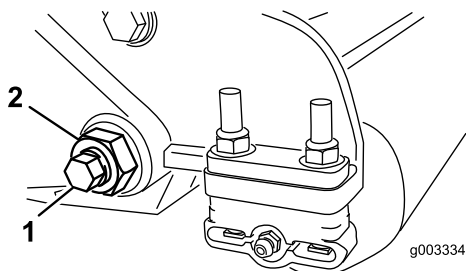
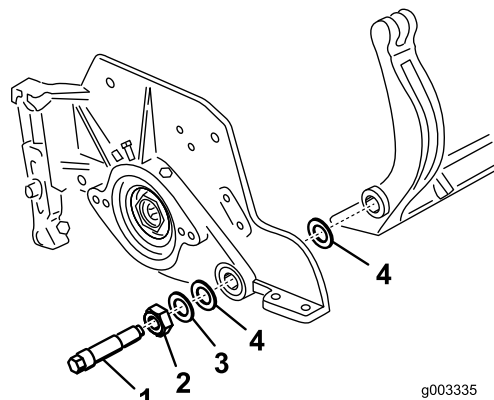

Figura 30
Figura 31
3. Su ciascun lato della macchina, allentate il dado di bloccaggio che fissa il bullone della barra di appoggio (Figura 30).
(Figura 30). Considerate 2 rondelle in nylon e 1 rondella in acciaio stampato su ciascun lato della barra di appoggio (Figura 31).
2. Fissate la barra di appoggio su ciascuna piastra laterale mediante gli appositi bulloni (dadi sui bulloni) e 6 rondelle. Una rondella in nylon deve essere posizionata su ciascun lato della flangia di estremità della piastra laterale. Posizionate una rondella in acciaio all'esterno di ciascuna rondella in nylon (Figura 31). Serrate i bulloni a 37-45 Nm. Serrate i dadi di bloccaggio finché la rondella in acciaio esterna non cesserà di ruotare e il gioco di estremità verrà eliminato, ma non serrate eccessivamente o non deviate le piastre laterali. Le rondelle all'interno possono avere un gioco.